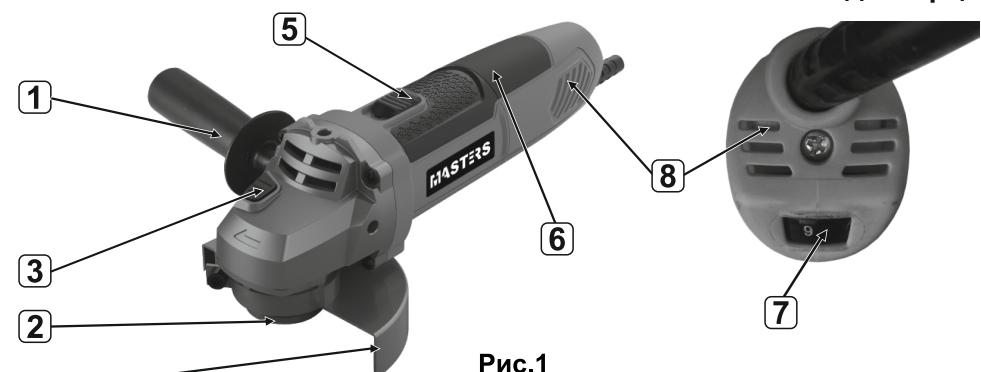

Рис.1
1.5 Шлифмашина состоит из коллекторного двигателя в пластиковом корпусе и редуктора, расположенного в металлическом корпусе. Крутящий момент с якоря электродвигателя передаётся на шпиндель. На резьбу (M14) шпинделя, между опорным и зажимным фланцами (рис.1 поз.2), крепится рабочий инструмент (отрезной, полировальный круг). Шлифмашина комплектуется дополнительной рукояткой (рис.1 поз.1), возможностью крепления к корпусу редуктора в 2-х позициях (справа или слева).
1.6 Инструмент имеет так называемую компоновку «хват рукой», при котором шлифмашина надёжно удерживается одной рукой, а большим пальцем удобно управлять ползунком выключателя (рис.1 поз.5). Второй рукой, при помощи боковой рукоятки, круг с высокой точностью и под нужным углом направляется на обрабатываемое изделие. Ползунок выключателя (рис.1 поз.5) имеет два фиксированных положения: вперёд- включено; назад- выключено. Для включения двигателя в режим постоянной работы, сдвинуть ползунок вперёд и, нажав на его переднюю часть, зафиксировать в корпусе двигателя. Для отключения двигателя -нажать на заднюю часть ползунка (для расфиксации), пружиной он вернётся в исходное положение - выключено
1.7 На торце шлифмашины расположен регулятор оборотов (рис.1 поз.7), которым устанавливается необходимая скорость вращения диска.